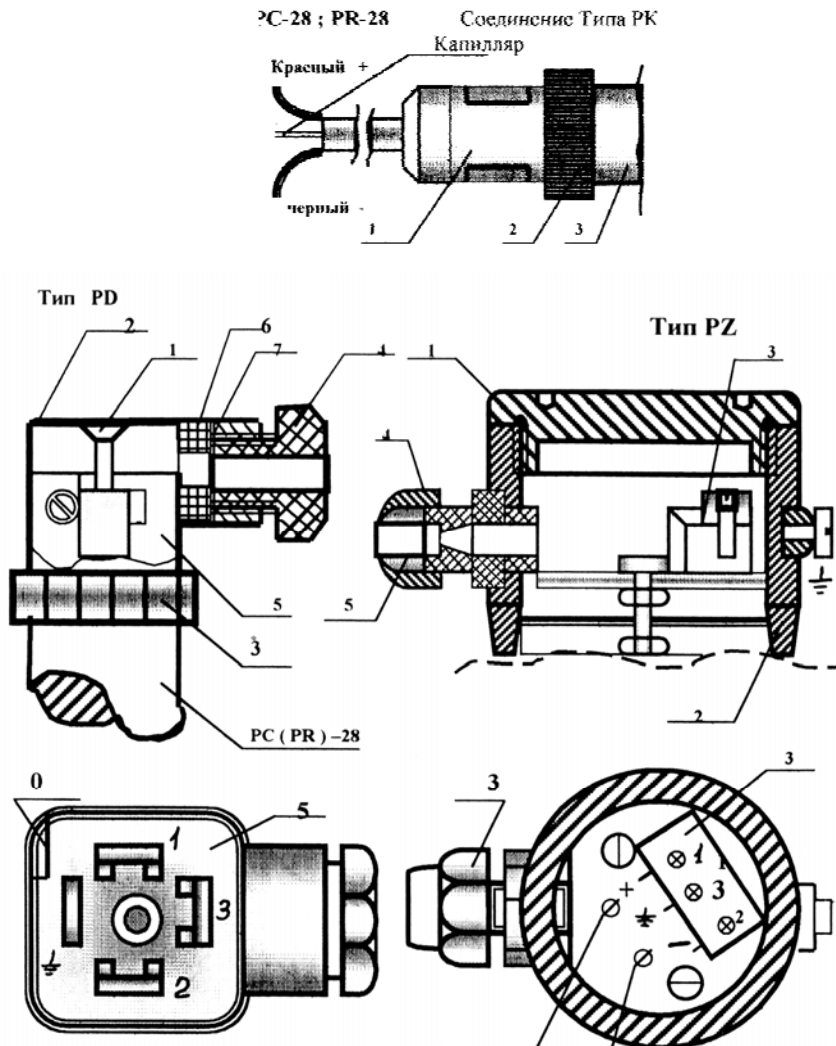

Рисунок 4 - Виды электрических присоединений (PD,PZ, PK)
8.10 Для электрического присоединения с разъёмом типа PD (штепсельный разъём) (см. рисунок 4) необходимо:
8.11 Для электрического присоединения с разъёмом типа PZ (см. рисунок 4) необходимо: